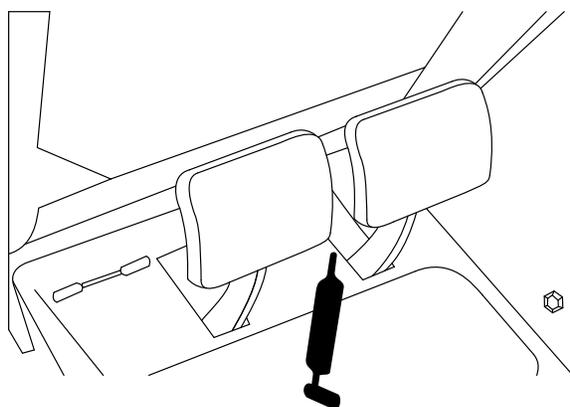

Figura 43
- Eje del pedal de freno (1) (Figura 43)